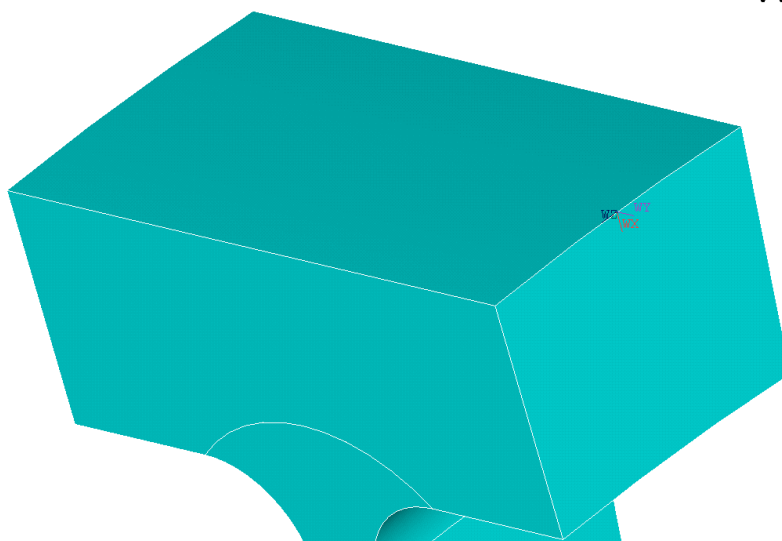

Рис. 7.7. Установка рабочей системы координат
1) Установите рабочую систему координат на ободу диска как показано на рис. 7.7. **MM** → **WorkPlane** → **AlignWP with** → **Plane Normal to Line** → **L93** → **Ratio Along Line=0,5**. Система координат должна установиться в середину линии 93, при этом линия будет нормальна к плоскости XY;